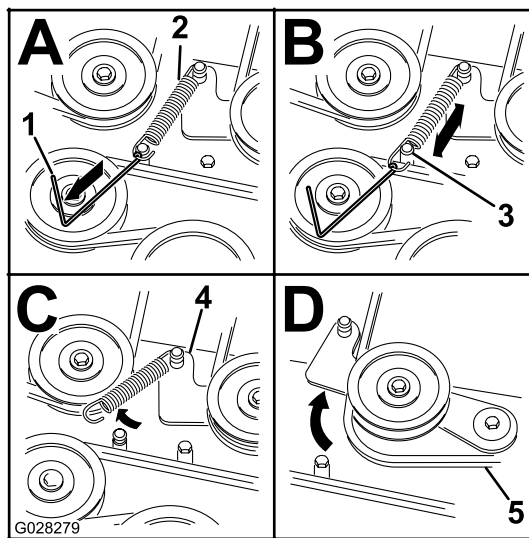

Figure 75
5. Détachez le ressort de la poulie de tension à ressort; voir Figure 75.
Remarque: Utilisez l'outil de dépose de ressort (réf. Toro 92-5771) pour décrocher le ressort de l'ergot du tablier de coupe (Figure 75).